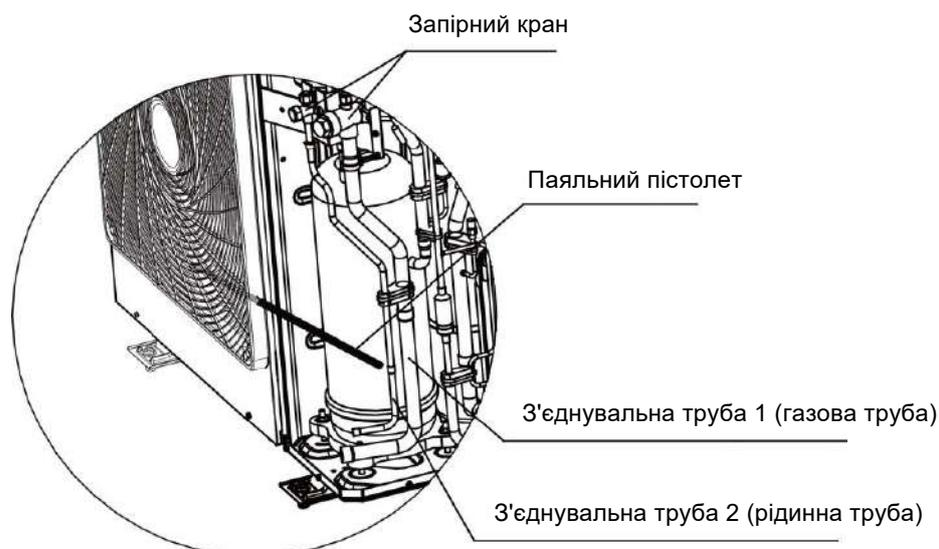
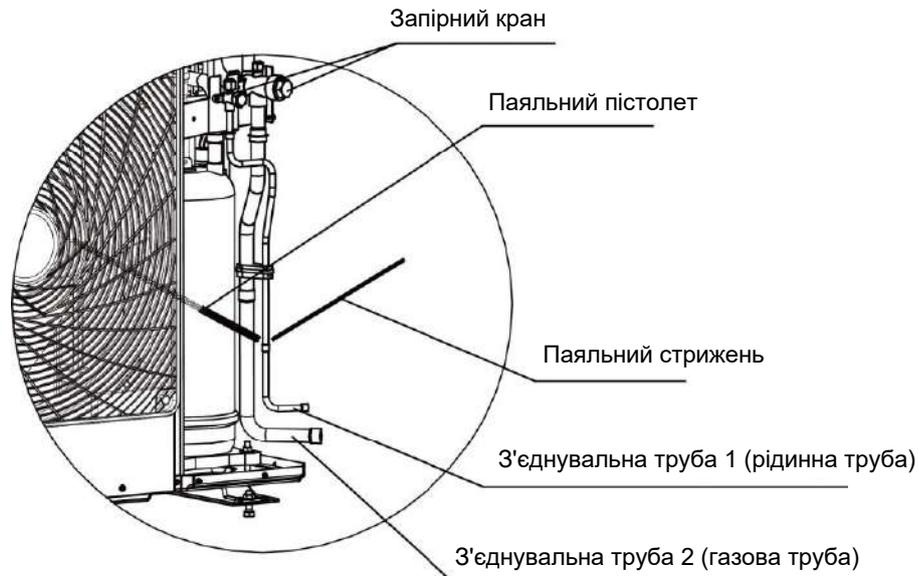

Рис. 17
Рис.18
- 2) Якщо з'єднувальна труба під'єднана збоку, як показано на Рис. 17 та Рис. 18, відкрийте передню бічну пластину, задню бічну пластину та сполучну плату. Потім відкрийте звукоізоляційну бавовну. Використовуйте паяльний пістолет, щоб відпаяти з'єднувальну трубу 1 і з'єднувальну трубу 2. Поверніть їх на потрібний кут і встановіть у відповідне положення. Закрийте отвори зварювальним прутком. Спочатку зваріть з'єднувальну трубу 1 (рідинна труба), а потім з'єднайте з'єднувальну трубу 2 (газову трубу). Під час зварювання необхідно використовувати вологу марлю, щоб обернути фільтр біля з'єднувальної труби 2 і двох запірних кранів. Переконайтеся, що полум'я не спалить звукоізоляційну бавовну та інші компоненти.
- (2) Рефнет Y-типу має кілька секцій труби різного розміру, що полегшує підключення до різних мідних труб. Використовуйте труборіз, щоб вирізати в середині секцію труби належного розміру та також видалити задирки. Дивіться рис.17.
- (3) Рефнет типу Y необхідно монтувати вертикально або горизонтально.
- 4) З'єднання внутрішнього та зовнішнього блоків слід обернути ізоляційним матеріалом і не залишати зазорів між трубою та стіною. Дивіться рис.18.